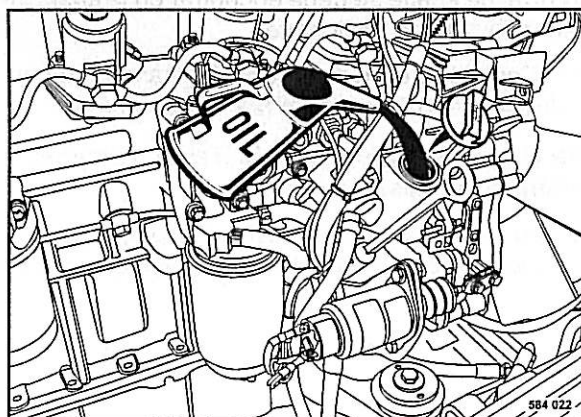

Fig. 83
- Rellenar nuevo aceite de motor (Fig. 83).